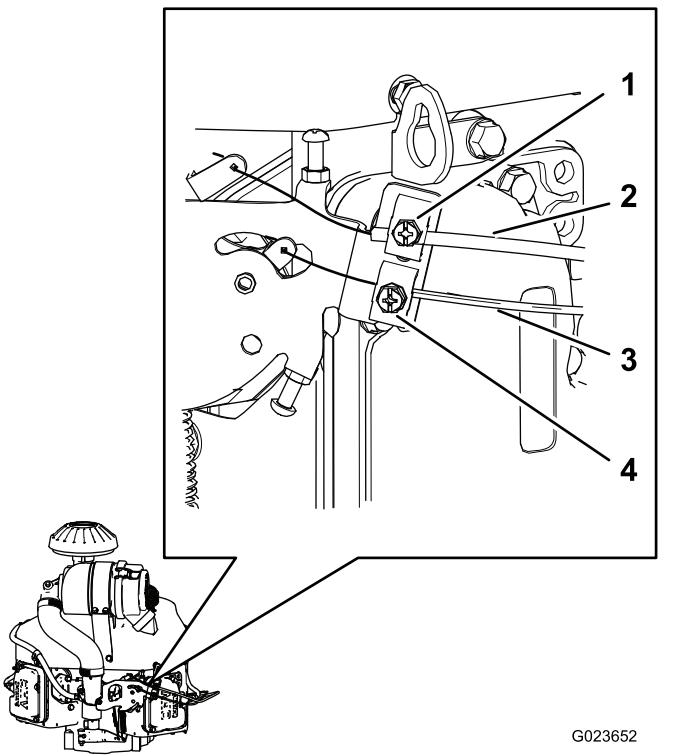

Figura 64
2. Afloje el tornillo de la abrazadera que sujetta la funda del cable del acelerador al motor (Figura 64).
4. Tire hacia arriba de la funda del cable del estárter (Figura 64) hasta que el cable del acelerador apenas tenga holgura, y apriete el tornillo de la abrazadera.
2. Afloje el tornillo de la abrazadera que sujetla la funda del cable del estárter al motor (Figura 64).
5. Tire hacia arriba de la funda del cable del estárter (Figura 64) hasta que el cable del estárter apenas tenga holgura, y apriete el tornillo de la abrazadera.